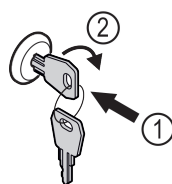

Fig. 129
- ▶ Vstavite ključ Fig. 129 (1).
- ▶ Ključ obrnite v smeri urnih kazalcev za 90° Fig. 129 (2).